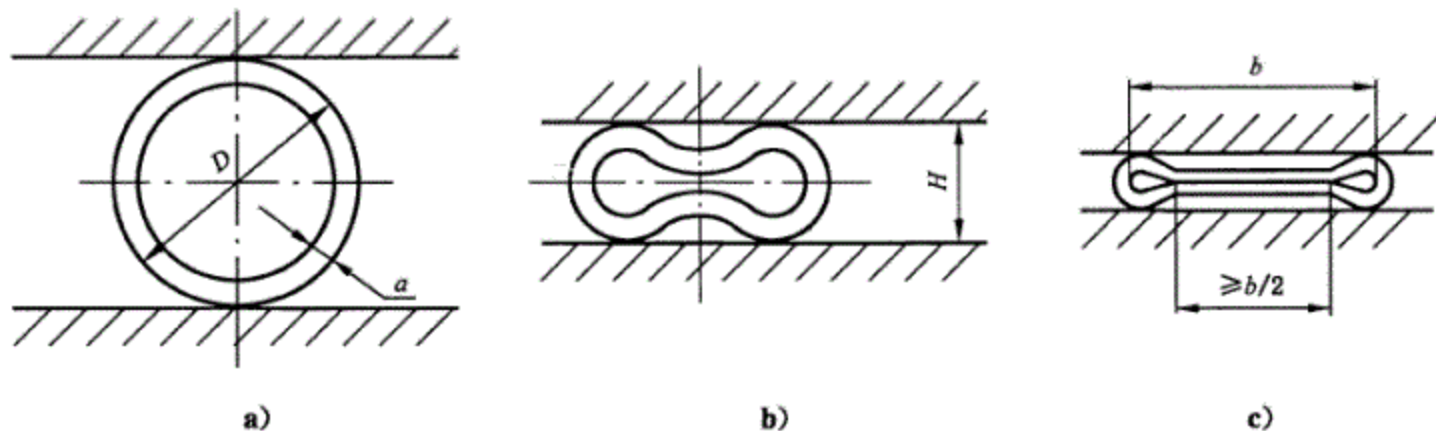

图 1 压扁试验示意图
- 表 1 和图 1 分别增加了表题和图题；修改了表 1 中管壁厚度符号的注(见表 1、图 1)；
- 表 1 和图 1 分别增加了表题和图题。
本标准使用的符号、名称和单位见表 1 和图 1。